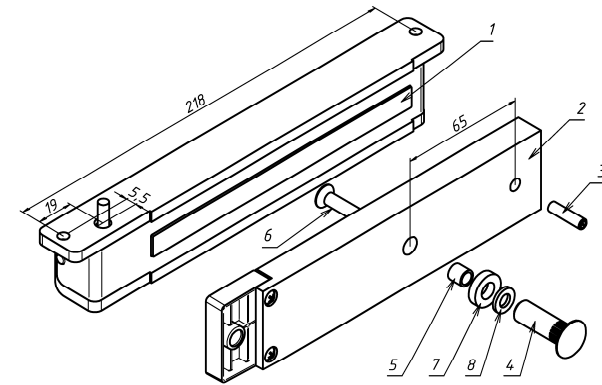
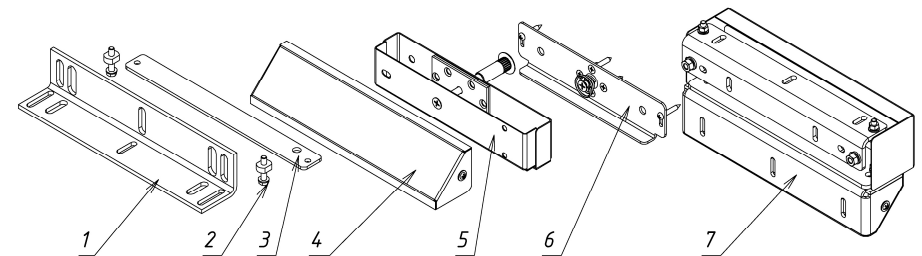

Рисунок 1
Рисунок 2
3.1 Комплект поставки (рисунок 1):
- корпус замка (1) - 1 шт.
- якорь (2) - 1 шт.
- комплект крепления якоря: штифт (3), втулка (4), втулка проходная (5), винт М6х35 (6), кольцо уплотнительное (7), шайба (8).
- По отдельным заказам поставляются следующие опции (рисунок 2):
- Монтажный L-уголок AL-300PR (1)
- Комплект крепежа 150-300-К (2)
- Планка М300 (3)
- МК AL-300PR Монтажный комплект (4)
- Комплект смещения якоря 300-400PR (5)
- Комплект 350Р (6)
- МК AL-300-400PR-Inside Монтажный комплект (7).